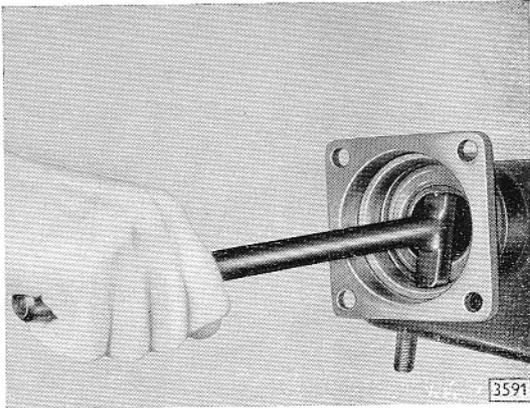

Bild 14 - Dichtring aus Hinterachstragrohr herausdrücken
2. Hinterachswellendichtring mit Ausdrücker S-1265 aus Achstragrohr herausdrücken (Bild 14).